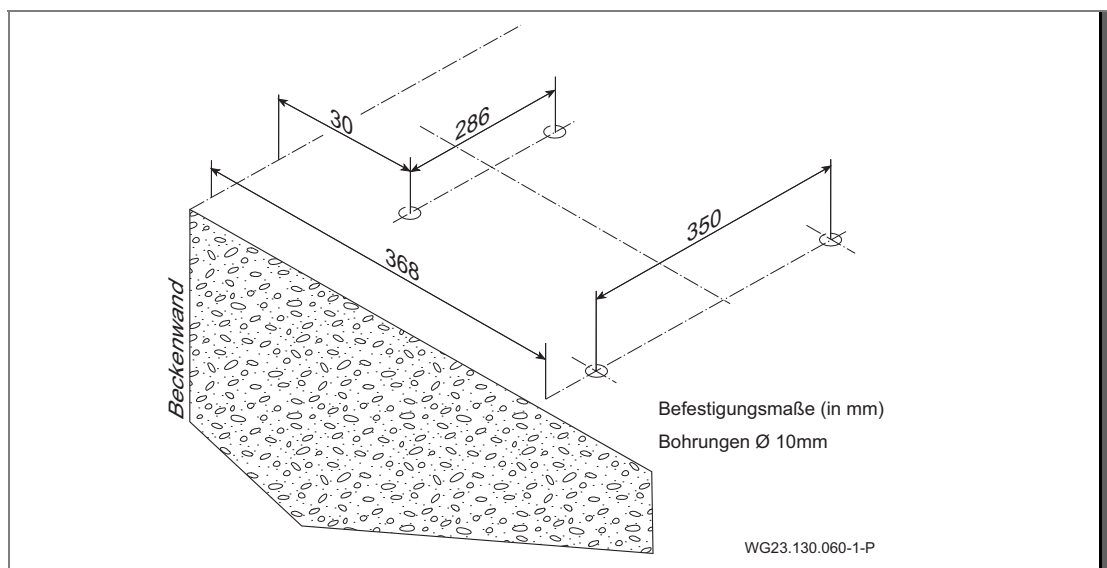
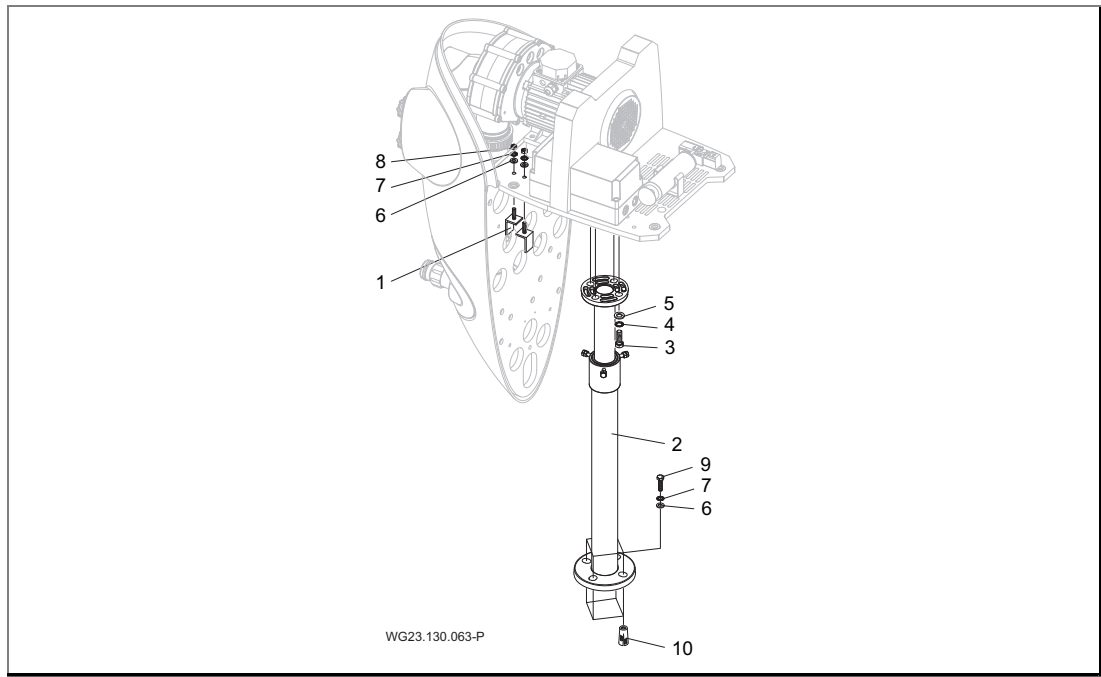

Abb. 4
Abb. 5
- Aufstellungsort wählen und nach Abb. 4 vorbereiten. Wenn die Anlage für ein Aufstellbecken verwendet wird, muss der Sicherheitsteleskopstützfuß verwendet werden. Siehe "Abb. 5" auf Seite 20
- Anlage abheben und an markierten Stellen Bohrungen mit Ø10 mm bohren. Siehe "Abb. 4" auf Seite 19